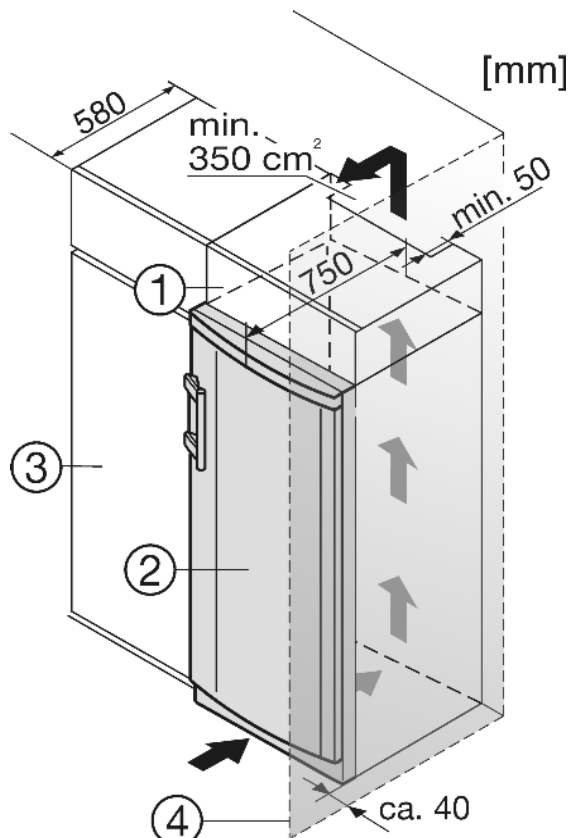

Fig. 8
(1) Élément haut
(2) Appareil
(3) Placard de cuisine
(4) Mur
L'appareil peut être entouré de meubles de cuisine. Pour adapter l'appareil *Fig. 8 (2)* à la hauteur des placards de la cuisine intégrée, on peut placer un élément haut *Fig. 8 (1)* au-dessus de l'appareil.
Si l'appareil est installé avec les charnières à côté d'un mur *Fig. 8 (4)*, la distance entre l'appareil et le mur doit être de 40 mm min. Ceci correspond à la saillie de la poignée lorsque la porte est ouverte.